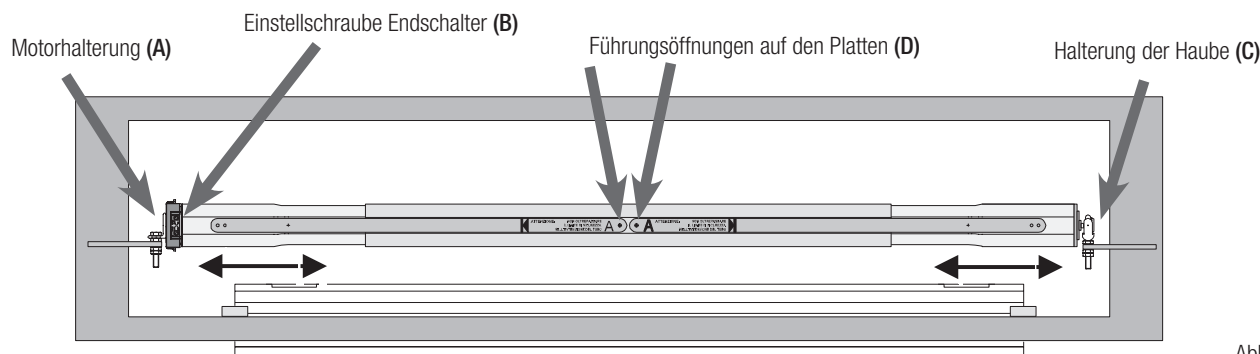

Abb. 16
1. Das Kopfteil des Motors in den auf der Motorhalterung befindlichen Schnellanschluss einsetzen (Abb. 16, Bez. **A**). Der Motor muss so ausgerichtet sein, dass alle Einstellschrauben der Endschalter zugänglich sind (Abb. 16, Bez. **B**).
2. Die Teleskop-Elemente der Elektrowelle so weit schieben, bis die Haube auf dem Lager in der Halterung eingesetzt ist (Abb. 16, Bez. **C**).
3. Sicherstellen, dass die Welle perfekt waagrecht positioniert ist und hierzu eventuell die Höhe der Halterungen (Abb. 16, Bez. **A-C**) über Mutter-Kontermutter ändern.
5. An den Führungsöffnungen auf den Platten (Abb. 16, Bez. **D**) mit einem Eisenbohrer \varnothing 5 mm bohren,
6. Die im Lieferumfang enthaltenen selbstschneidenden Schrauben (Abb. 1, Bez. **13**) in die Bohrlöcher (Abb. 16, Bez. **D**) einschrauben und dadurch die Elemente der Welle fest miteinander verbinden.
2. Die Schraube, mit der die Platte festgezogen ist, lockern (Abb. 16, Bez. D)